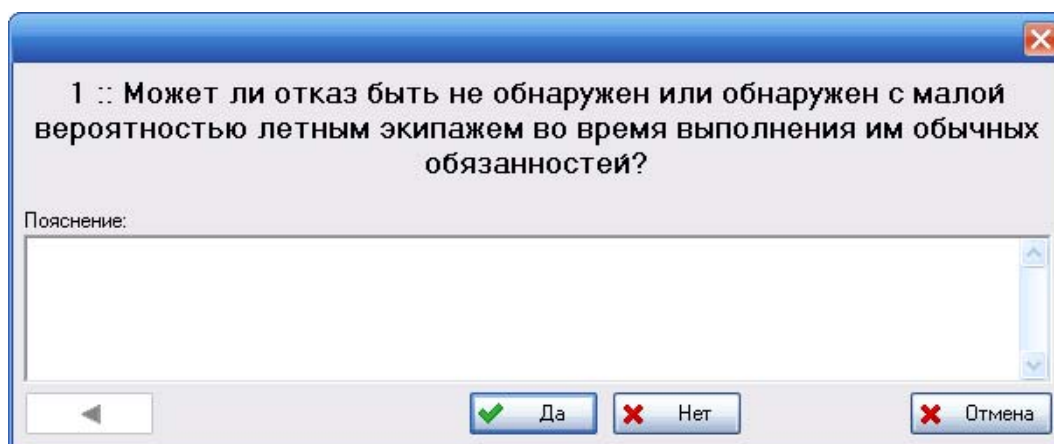
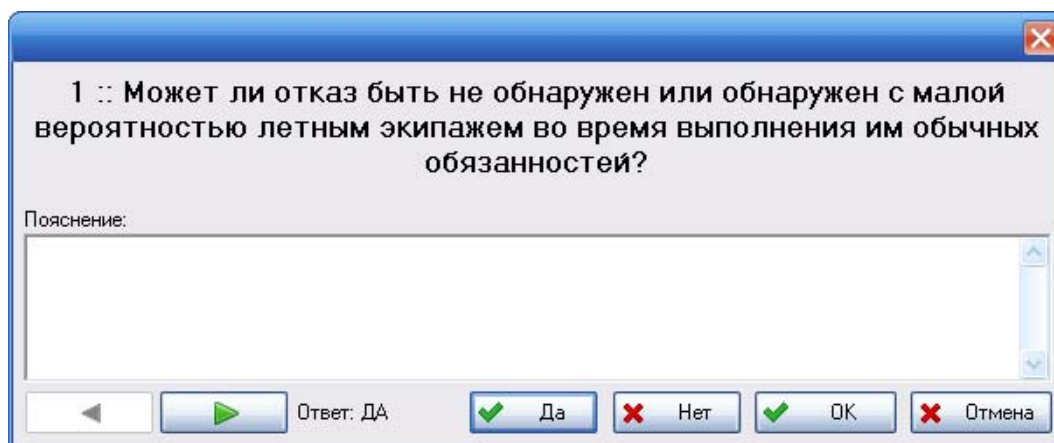

Рис. 5-48
Рис. 5-51
3. В результате откроется окно, представленное на рис. 5-48.
Вопросы, задаваемые системой при определении MSI, являются строками соответствующего классификатора. Если окно, представленное на рис. 5-48, пустое (не содержит вопросов), необходимо догрузить классификаторы.
Если к элементу ЛСИ низшего уровня разукрупнения ранее был применен алгоритм определения MSI, при повторном анализе окно, представленное на рис. 5-48, содержит не только вопрос, но и предыдущий ответ на этот вопрос (рис. 5-51).